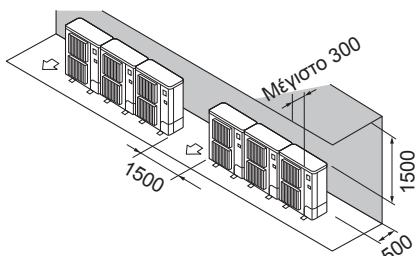

Fig. 2-10
② Εμπόδια στην πίσω και επάνω πλευρά μόνο (Fig. 2-10)